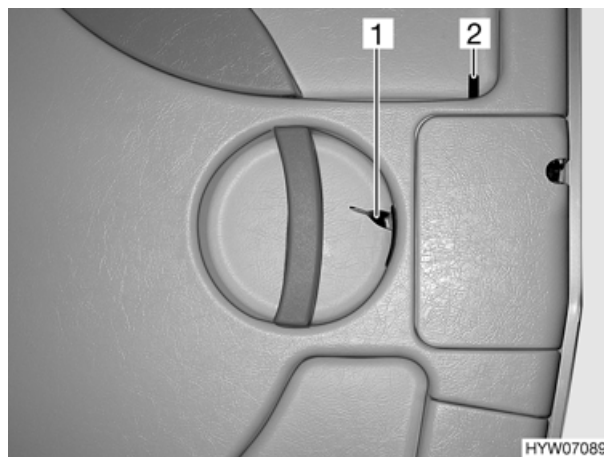

Fig. 13 Serratura della porta di ingresso, lato interno
- Premere la maniglia (Fig. 13,1) verso il basso. La serratura della porta si sblocca.
- Premere il bottone di sicurezza (Fig. 13,2) verso il basso.